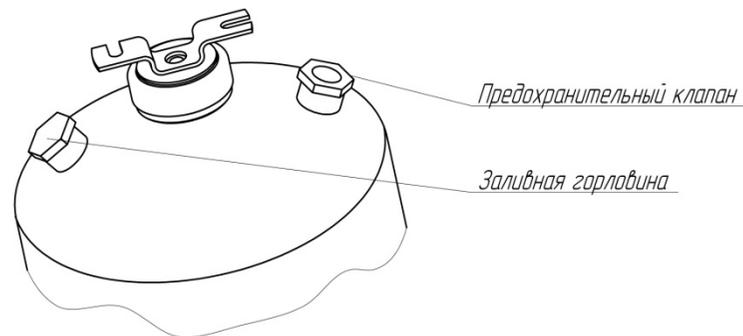

Рис.3
5.2.1 Открутить винт заливной горловины (рис.3) и вставить воронку в отверстие;